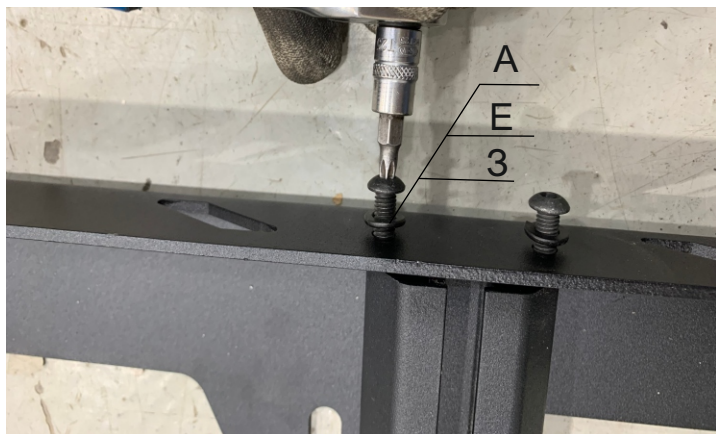

Рис.6
5. Соедините профиль (поз.11) с закладными гайками (поз.И) с левым (поз. 2) и правым (поз. 3) кронштейном, используя винты 6x20 (поз. А), шайбы 6 гровер (поз. Е) и шайбы 6 (поз. 3), как показано на рис.6.